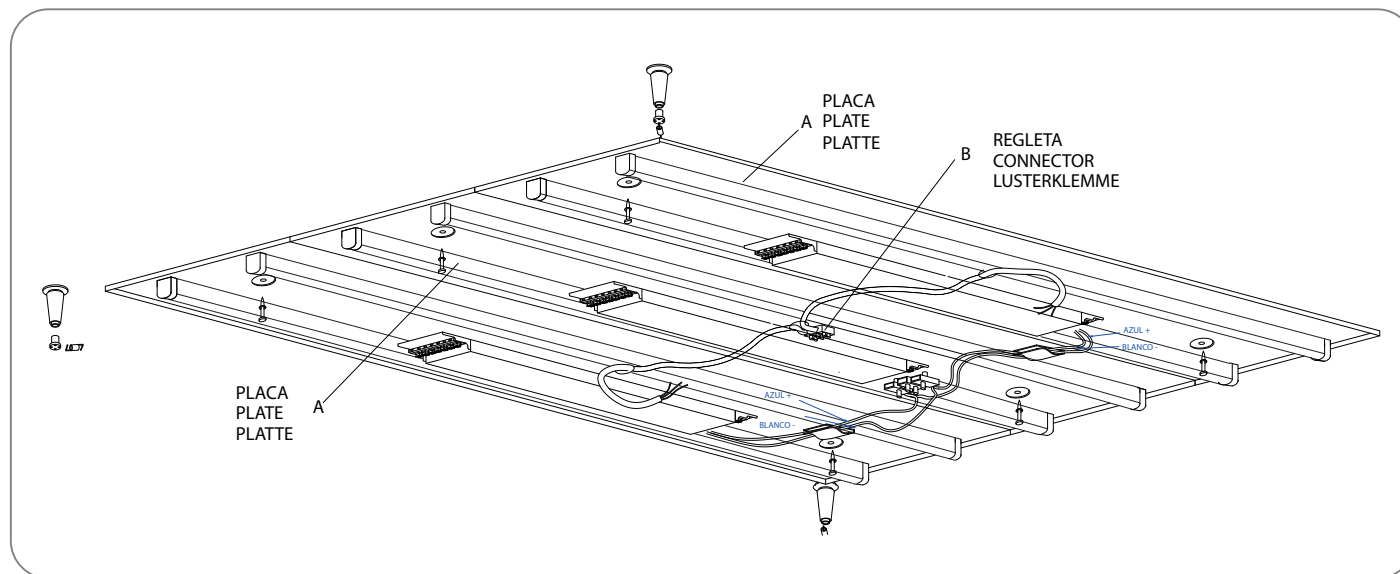

Fig.2
3. Colocar los conos C mediante tacos y tirafondos, como indica la fig 2 y RESPETANDO las medidas que indica la fig 3. NOTA: Utilizar la plantilla para el cálculo de las distancias de los conos, teniendo cuidado de hacer bien tope en el borde de la placa (fig 3). Estas medidas son MUY IMPORTANTES para que la tela quede correctamente colocada.
3. Fix lampholders C using blocks and lag screws as per fig 2, CONSIDERING sizes as per fig 3. REMARK: Use the template in order to calculate right distances for lampholders. Be careful that an accurate plate stoppage is achieved as per fig 3. These sizes are VERY IMPORTANT to achieve a good cloth setting.
3. Die Lampensockel C mit Hilfe der Dübel und Schrauben im Sinne der Abbildung 2 unter BERÜCKSICHTIGUNG der in der Abbildung 3 angegebenen Abmessungen anbringen. HINWEIS: Verwenden Sie die Schablone (wobei darauf zu achten ist, einen sauberen Anschlag am Platterang im Sinne der Abbildung 3 herzustellen) zur berechnung des Abstandes zwischen den Lampensockeln. Diese Abmessungen sind sehr wichtig für das ordnungsgemäße Anbringen des Stoffes.
3. Collocare le bussole C mediante tasselli e tirafondo come da fig 2 OSSERVANDO le misure indicate in fig 3. NOTE: Utilizzare il modello (avendo cura di fare fondo sul bordo della piastrina, come da fig 3) per il calcolo delle distanze delle bussole. Tali misure sono MOLTO IMPORTANTI per la corretta collocazione della tela.